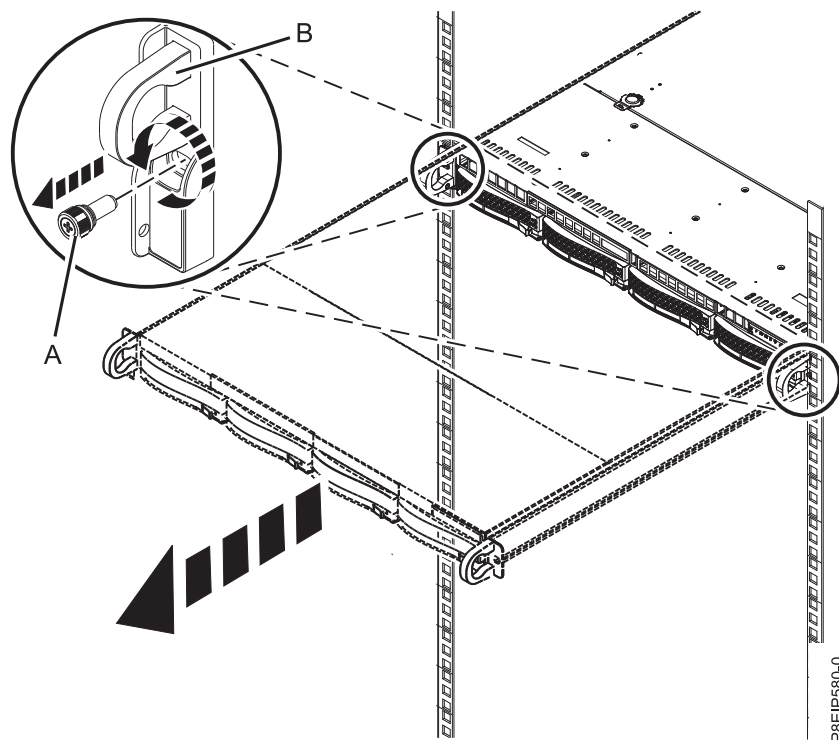

Figura 84. Quitar los tornillos frontales y extraer el sistema del bastidor
2. Quite los tornillos frontales que fijan el sistema al bastidor desde ambos lados del sistema, como se muestra en la Figura 84.